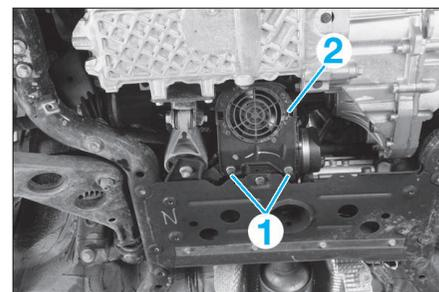

FIG. 19
- Déposer les 2 fixations (1) (Fig.19) du ventilateur de refroidissement de pompe d'assistance de direction (si équipé).
- Déposer le ventilateur (2).